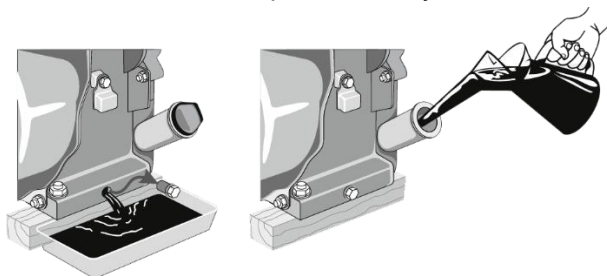

Рисунок 13. Схема заміни моторного мастила.
6.3.1. Порядок заміни моторного мастила (рис. 13):
4. Відкрутити пробку отвору для зливу мастила з картера (рис. 13).